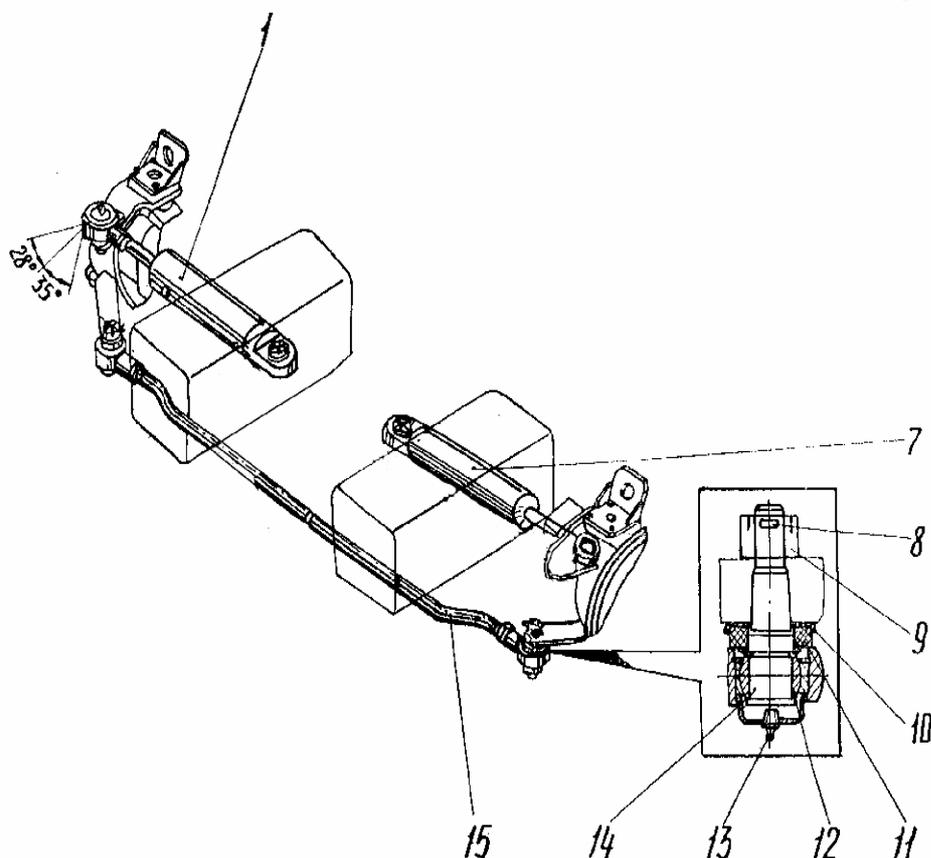

Рис. 23 Механизм управления поворотом колес
1.4. МЕХАНИЗМ УПРАВЛЕНИЯ ПОВОРОТОМ КОЛЕС (рис. 23)
Поворот передних колес при движении экскаватора своим ходом осуществляется с помощью гидравлического рулевого управления, исполнительными элементами которого служат один или два гидроцилиндра поворота колес 1 и 7 (на рис. 23 показан вариант с двумя гидроцилиндрами).